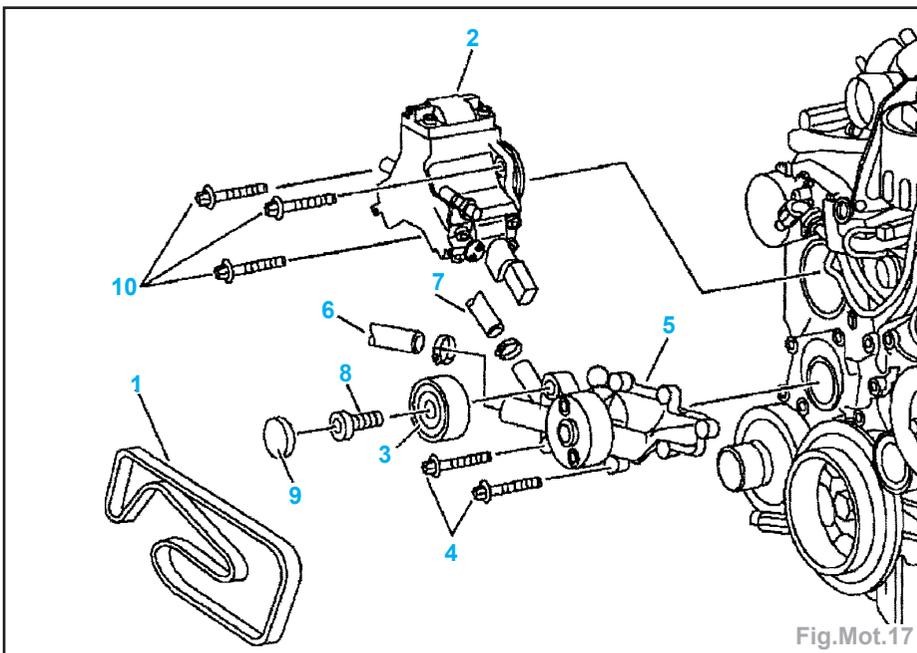

Fig.Mot.17
- Déposer la courroie d'accessoire (1).
- Déposer (Fig.Mot.17) :
- la pompe à haute pression (2),
- le galet de renvoi (3),
- les durits (6 et 7) sur la pompe à eau (5).
- Retirer les vis (4) de la pompe à eau (5), puis déposer la pompe à eau.